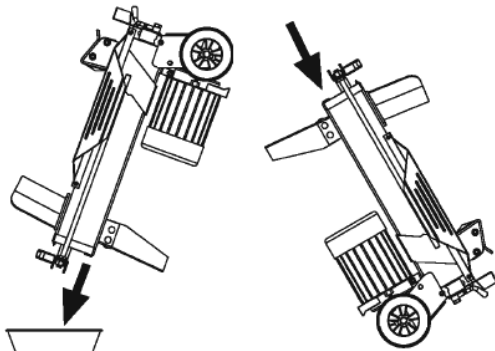

Fig.22: PREHLS52 / 042001 ;
- Placez le fendeur sur les pieds (Fig.22 & 23) au-dessus d'un récipient (de 4 litres pour la réf. PREHLS52/042001 ; PREHLS52/5 / 042031 et de 8 litres pour la réf. PREHLS7T/042011) pour vidanger l'huile.
- Tourner le fendeur du côté du moteur (Fig. 22 & 23).